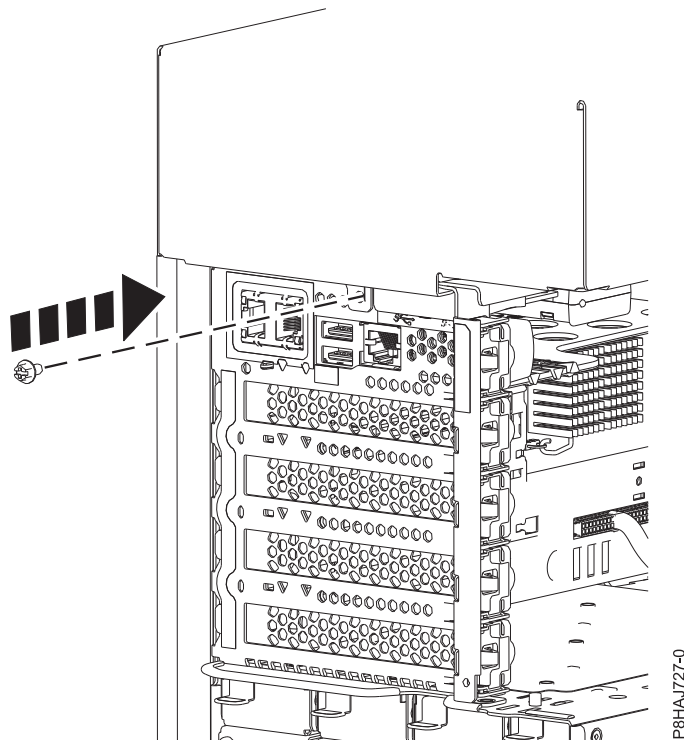

Figura 21. Colocación del tornillo de la cubierta lateral de 8286-41A
5. Ponga el tornillo posterior de la cubierta lateral con un destornillador de estrella, tal como se muestra en la Figura 21 en la página 39.